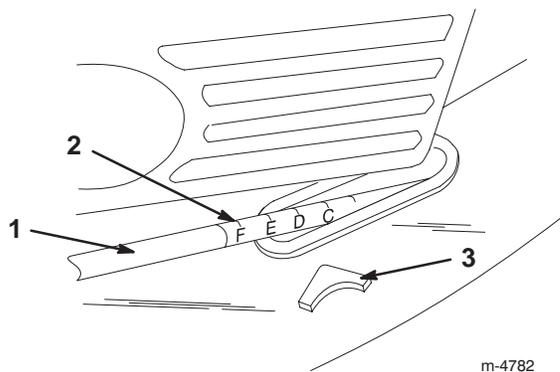

Bild 14
5. Heben Sie den Griff an oder drücken ihn nach unten. Verwenden Sie dabei den Zeiger und die Schnitthöhen-einstellung am Verbindungsgestänge, um den Rasenmäher auf die korrekte Schnitthöhe einzustellen (Bild 14).